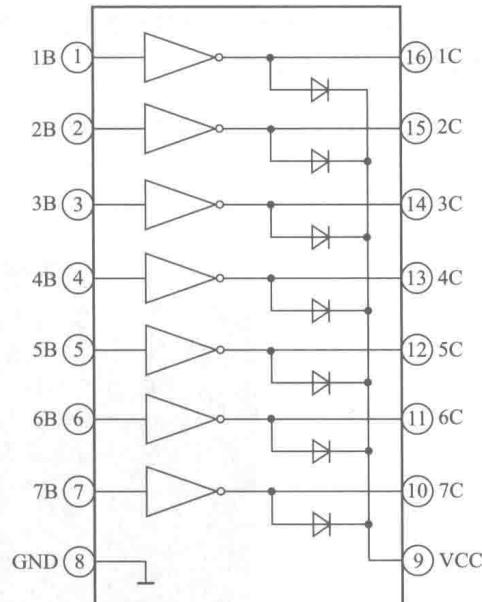

图 1-9 ULN2003AG 内部结构示意图
③ 驱动电路 IC3 (ULN2003AG) 是一种由 7 个硅 NPN 达林顿管组成的高耐压、大电流达林顿阵列驱动电路，可在微控制器控制下直接驱动继电器、蜂鸣器等被控元件。因此，IC3 是控制板中很重要的各种控制功能的接口驱动电路。其内部结构如图 1-9 所示，引脚功能如表 1-3 所示。
④ 直流电源电路 D1~D4 和 D5、7805 等组成直流电源电路，其中 D1~D4 组成全桥整流器，用于整流输出 +12V 直流电压，为继电器、IC3 等供电，其供电输出受 IC1 控制；D5 主要起隔离作用，以使微控制器在待机时仍能保持有正常的工作电压；7805 为 +5V 稳压器，主要为 IC1、IC2 提供工作电压。